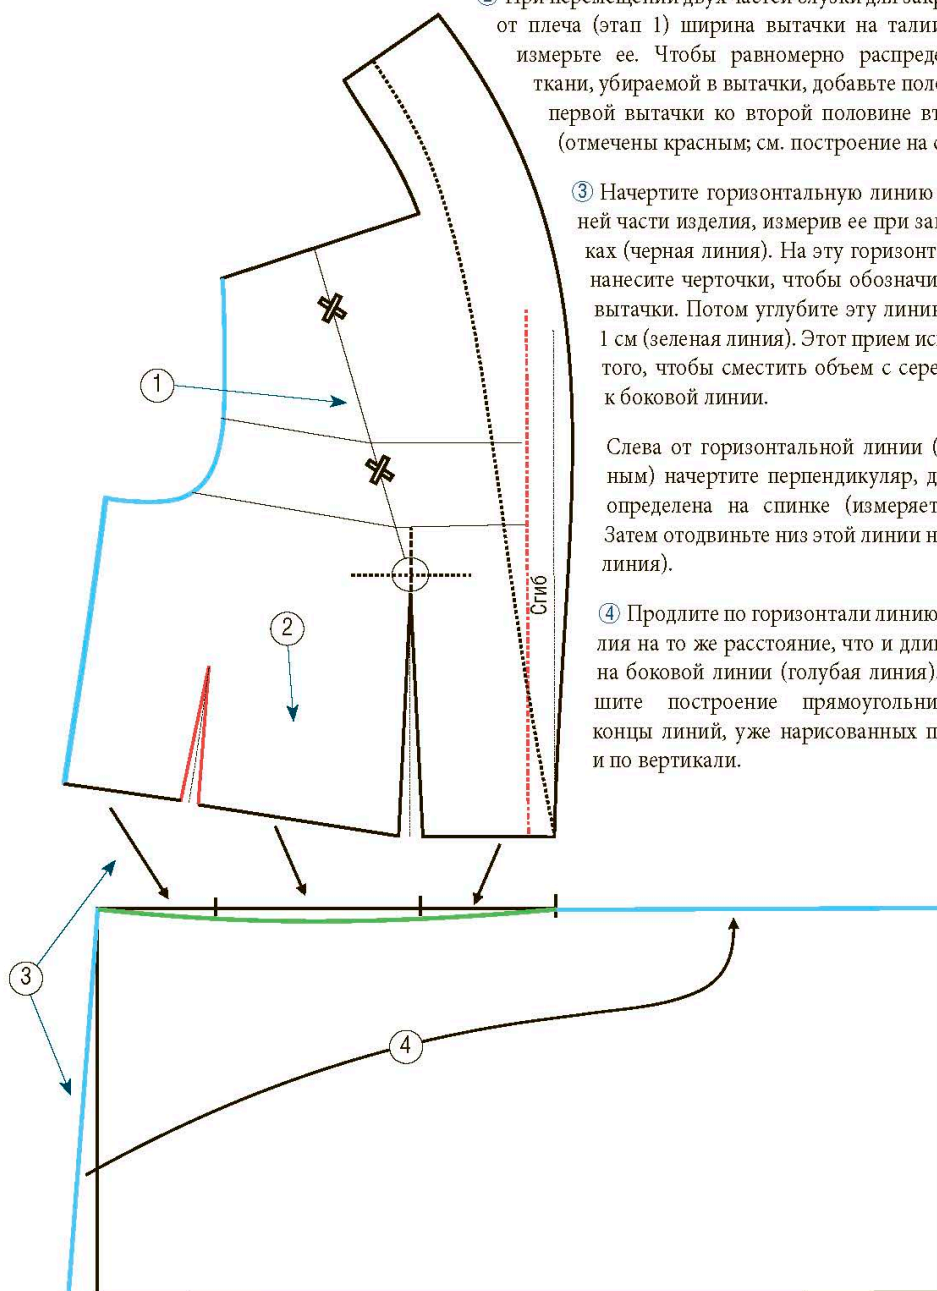

Рис. 4
① После того как выкройка полочки разрезана, мы получаем две части – боковую и среднюю. Расположите их на другом листе бумаги таким образом, чтобы закрыть вытачку от плеча, при этом следите за тем, чтобы линия середины полочки была вертикальна, и скрепите их при помощи скотча (см. рис. 4).
② При перемещении двух частей блузки для закрытия вытачки от плеча (этап 1) ширина вытачки на талии увеличилась; измерьте ее. Чтобы равномерно распределить ширину ткани, убираемой в вытачки, добавьте половину ширины первой вытачки ко второй половине второй вытачки (отмечены красным; см. построение на с. 43).
③ Начертите горизонтальную линию ширины нижней части изделия, измерив ее при закрытых вытачках (черная линия). На эту горизонтальную линию нанесите черточки, чтобы обозначить ось каждой вытачки. Потом углубите эту линию примерно на 1 см (зеленая линия). Этот прием используется для того, чтобы сместить объем с середины полочки к боковой линии.